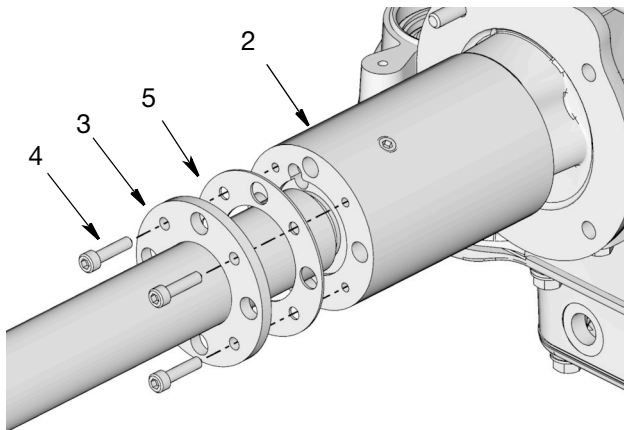

图 21
- 7. 仅适用于管中管型号：拆下将管子(3)固定到泵适配器(2)的螺栓(4)。拆下管子和垫圈(5)并放好，以备重装(图21)时使用。